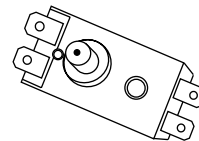

Рис. 12
– для водонагревателей серий RS1: открутить гайку крепления термовыключателя, закрепленного на фланце ТЭНа, перевернуть термовыключатель и нажать до щелчка кнопку, расположенную по центру термовыключателя рис. 12;